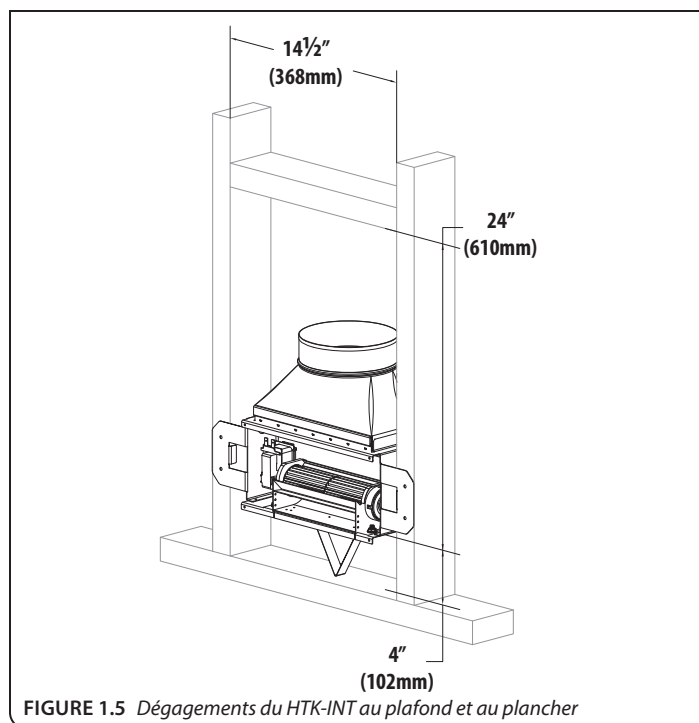

FIGURE 1.5 Dégagements du HTK-INT au plafond et au plancher
- La FIGURE 1.5 montre le dégagement de 4 po (102 mm) entre la boîte de sortie d'air et l'encadrement près du plancher ou du plafond.